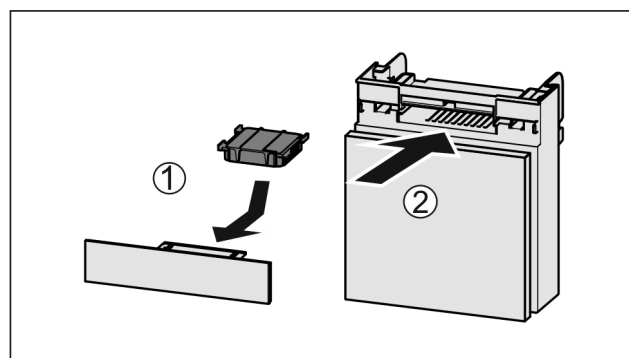

Fig. 135
- Introduceți Fig. 135 (1) filtrul de cărbune activ după cum se vede în figură.
- Împingeți Fig. 135 (2) compartimentul în interior.